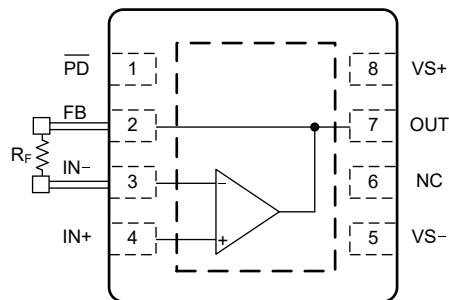

図 7-4. FB ピンと IN- ピンの間の R_F 接続
高速アナログ設計では、OPA818 などの高速アンプから最高の性能を引き出すために、寄生容量とインダクタンスを最小限に抑えることが重要です。寄生成分は、フィードバック パスと反転入力に特に悪影響を及ぼします。寄生成分は、帰還に望ましくない極とゼロをもたらし、位相マージンを減少させる可能性、または不安定性を引き起こす可能性があります。この位相マージンの削減を補正するために使用される手法は、多くの場合、アプリケーション帯域幅を狭くします。システムエンジニアがこれらのトレードオフの選択をせずに済むように、またプリント基板 (PCB) のレイアウトを簡素化できるように、OPA818 ではフィードバック (FB) ピンを反転入力ピン (IN-) と同じ側に配置しています。図 7-4 に、この構成により、FB と IN- ピンとの間に非常に短い帰還抵抗 (R_F) を接続し、PCB の設計労力を最小限に抑えて寄生成分を最小化する方法を示します。内部では、FB ピンは、シリコン上の金属配線を経由して VOUT に接続されています。この接続は固定の金属のサイズ設定により、FB ピンには電流許容能力が制限されるため、セクション 6.1 は連続動作に準拠します。